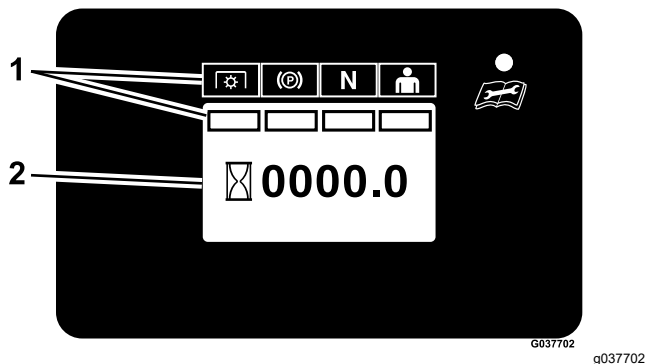

Figura 9
- Si el cortacésped no está equipado con un sensor de combustible, sólo se mostrarán los indicadores de los interruptores de seguridad y el contador de horas, como se muestra en la Figura 9.